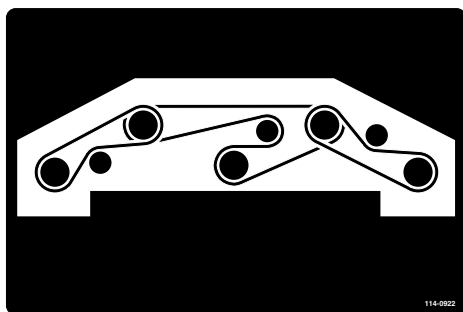

図 83
6. 図のように、スピンドル・プーリとアイドラ・プーリに新しいベルトを回しかける (図 83)。